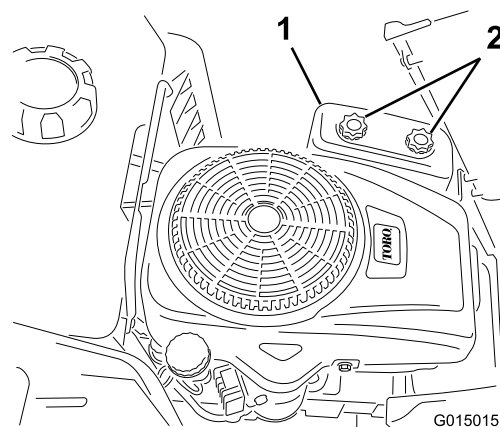

Figura 20
- Togliete il coperchio del filtro dell'aria svitando le 2 manopole (Figura 20).